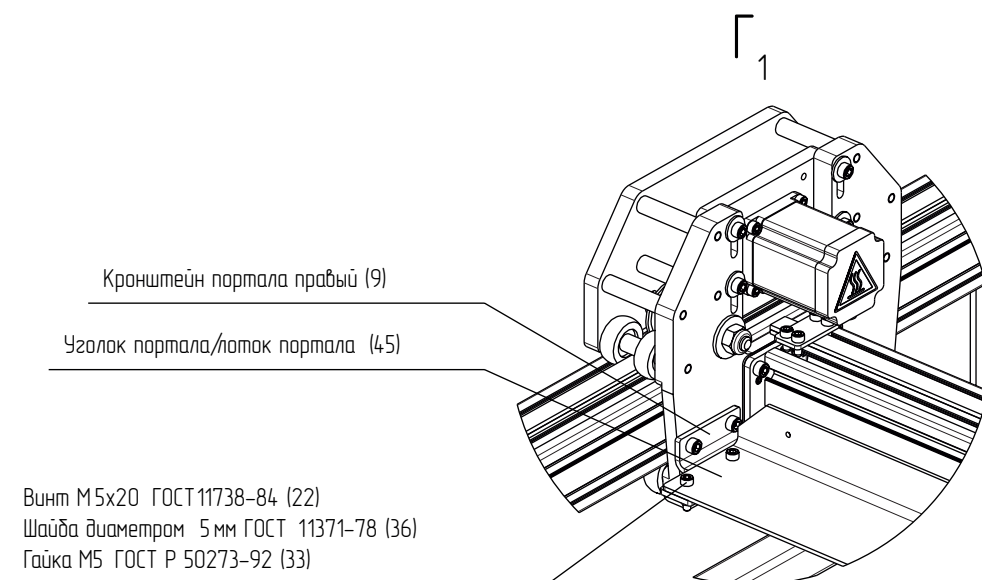
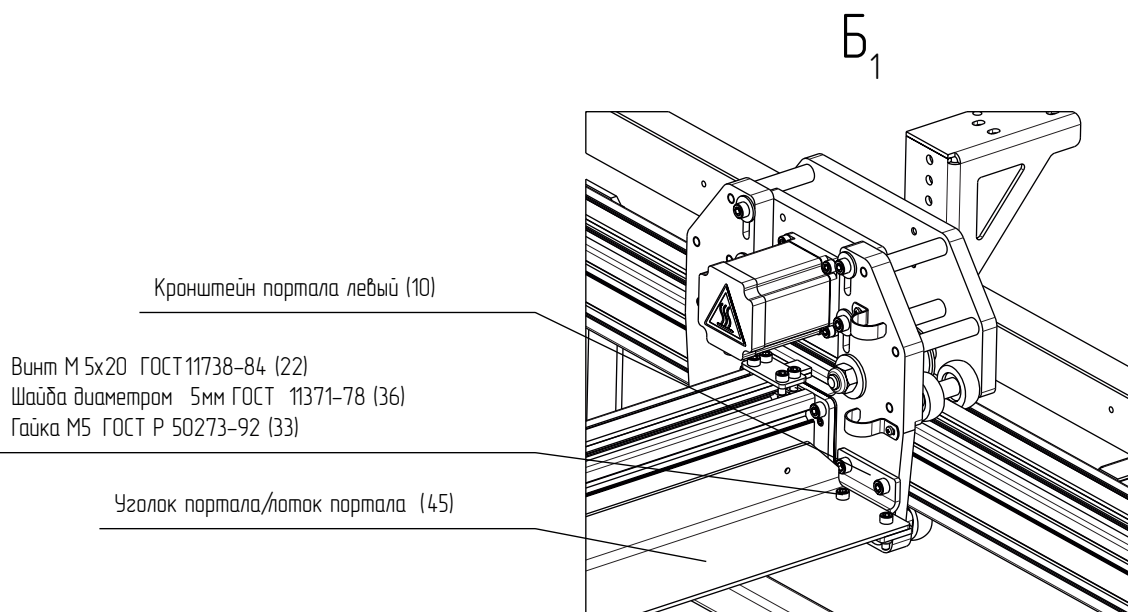

Рисунок 37 — Крепление уголка/лотка портала.
Рисунок 38 — Крепление уголка/лотка портала.
9. Зафиксировать уголок портала/лоток портала (поз. 45) на кронштейне портала правом (поз. 9) и кронштейне портала левом (поз. 10) с помощью винтов М5х20 ГОСТ 11738-84 (поз. 22), шайб диаметром 5 мм ГОСТ 11371-78 (поз. 36) и гаек М5 ГОСТ 50273-92 (поз. 33) (см. рис. 37 и рис. 38).